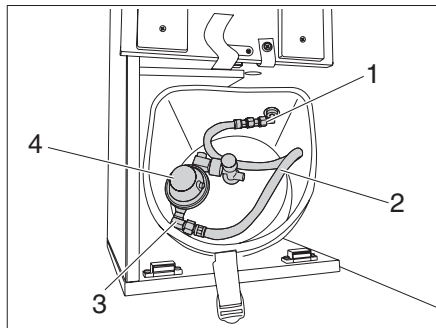

Bild 58 Gasslang med gastryckregulator
- Endast specialgastrycksreglerande (Bild 58,4) säkerhetsventil avsedda för fordon får användas (i nya fordon finns detta med). Andra gastrycksregulatorer är inte tillåtna.
- Skruva på vinkelstycke (Bild 58,3) på gasslangen (Bild 58,2).
- Skruva på gastryckregulator (Bild 58,4) på vinkelstycket.
- Skruva på gasslangen (Bild 58,2) med gastryckregulator på stutsen (Bild 58,1).